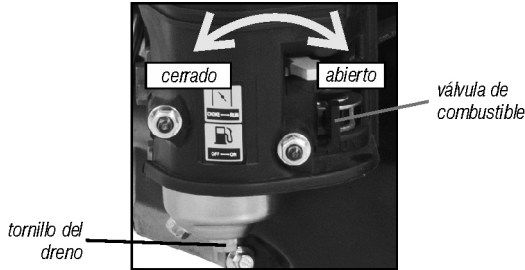

Fig. 14 - Tornillo del drenaje
- 2 – Posicione la válvula de combustible para posición OFF (cerrada) (fig. 14);
- 4 – Con auxilio de una llave retire el tornillo del drenaje (fig. 14);
- 5 – Posicione la válvula de combustible para posición ON (abierta) (fig. 14) y drene todo el combustible para evitar la formación de residuos en el sistema de combustible;